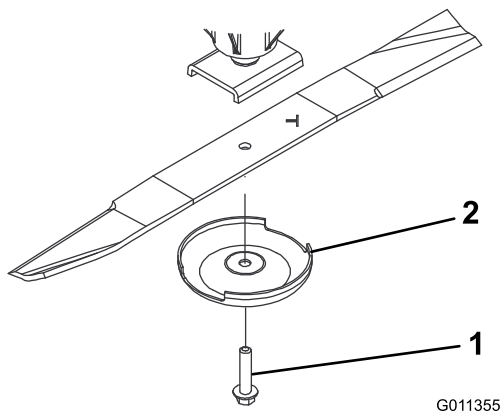

Bild 14
2. Halten Sie das Ende des Messers mit einem stark wattierten Handschuh oder wickeln Sie einen Lappen um es herum. Entfernen Sie die Messerschraube, die Antiskalpierskuppe und das Messer von der Spindelwelle (Bild 14).
3. Setzen Sie das Messer (der Flügel sollte zum Mähwerk zeigen) mit der Antiskalpierskuppe und der Messerschraube ein (Bild 14). Ziehen Sie die Messerschraube mit 115 bis 149 Nm an.